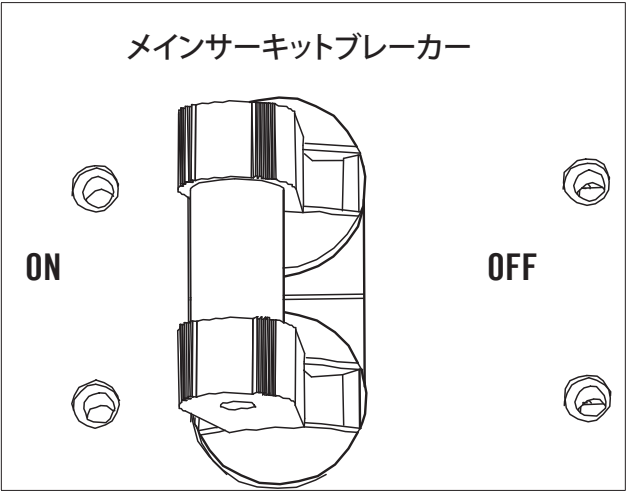

図3
35.5アンペアのメインサーキットブレーカーは、回路の過負荷から発電機を保護します。メインサーキットブレーカーは、発電機の総出力を制御します。(図3)